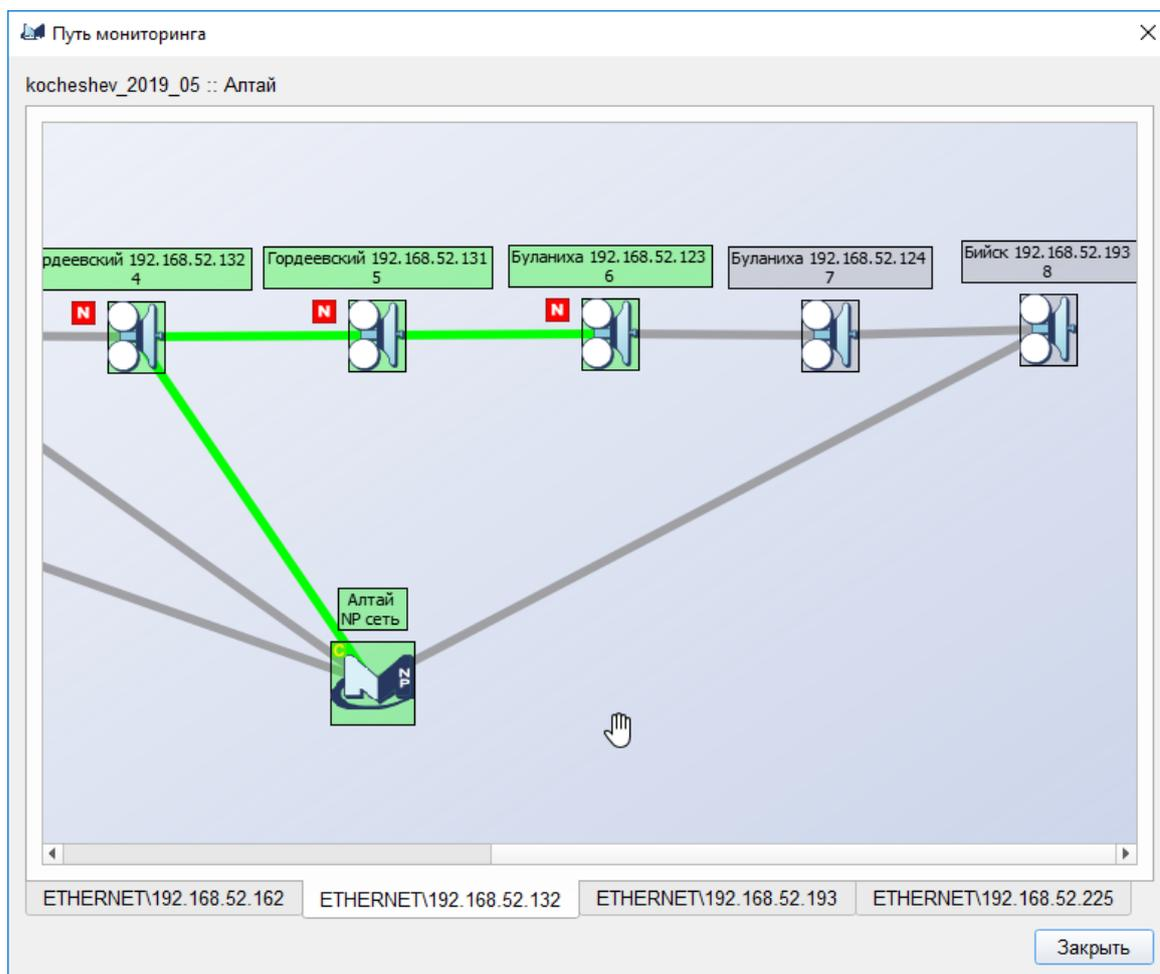

Рис. 55
4.2.8.7. Для просмотра текущих соединений управления по станциям предусмотрен статический инструмент просмотра путей мониторинга, доступный через пункт *"Показать пути мониторинга"* контекстного меню менеджера NP сети. При выборе данного пункта меню будет открыто дополнительное диалоговое окно *"Путь мониторинга"*, пример которого приведен на рис. 55.